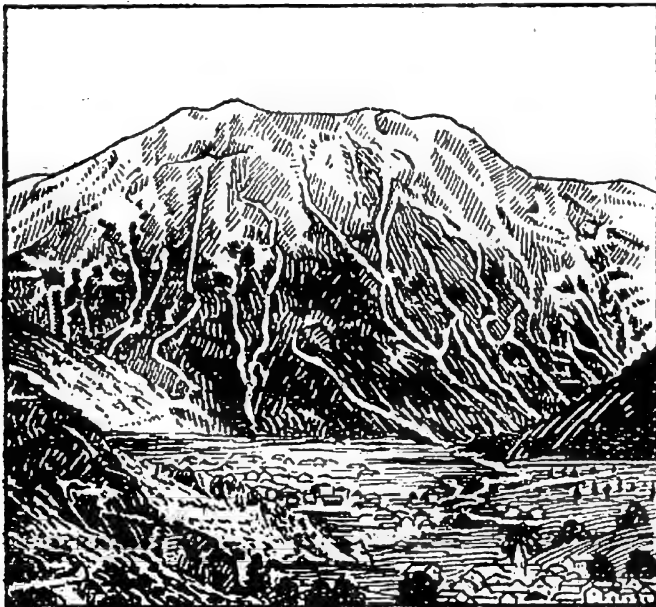

Fig. 2. — L'eau de ruissellement.
**5. Ce que devient l'eau de pluie.** — *a) L'eau qui ruisselle.* — Pendant la pluie et aussitôt après, nous voyons de l'eau qui ruisselle sur les terrains en pente, qui s'écoule par les caniveaux des rues et les fossés des routes et va grossir les ruisseaux et les rivières : c'est *l'eau de ruissellement* (fig. 2).